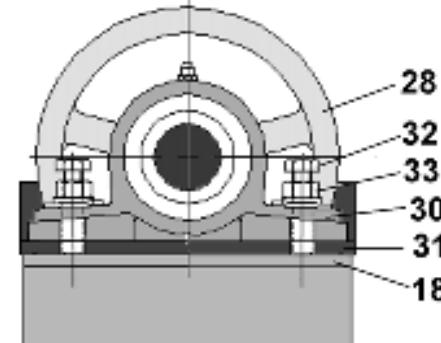

Рис.9
Примечание: если регулировку барабанов (28) производится без установленной шлифовальной ленты, необходимо учитывать разницу толщин шлифовальных лент на переднем и заднем барабанах, Рис.9.
10.2.4. Для регулировки положения барабана (28) необходимо ослабить положение болтов (29) и гаек (33). Положение барабанов (28) регулируется болтами (32). Корпус подшипника (30) закреплен (прикручен) на уголке (31). При закручивании болт (32) упираются в полку корпуса шлифовального станка (18), приподнимает шлифовальный барабан (28). Положение барабанов (28) необходимо фиксировать гайками (33) и надежно закреплять болтами (32).